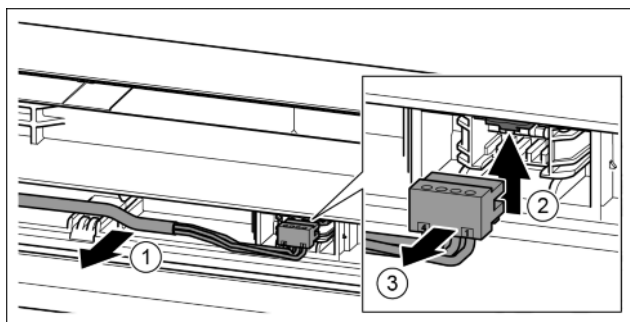

Fig. 23
- Uzmanīgi izņemiet pelēko kabeli no vadotnes durvīs. Fig. 23 (1)
- Spiediet uzliktni uz augšu. Fig. 23 (2)
- Uzmanīgi izvelciet spraudni. Fig. 23 (3)